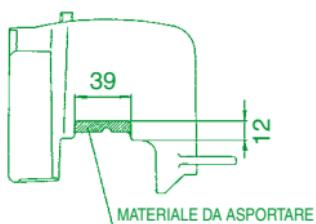

Fig. 3
- Inserire la guarnizione di testa (8) e la testa (6) sui prigionieri fino a battuta col cilindro.
- Montare la cuffia sul cilindro (modificata come indicato in Fig. 3), il convogliatore e la nuova candela (vedi sezione "consigli importanti").